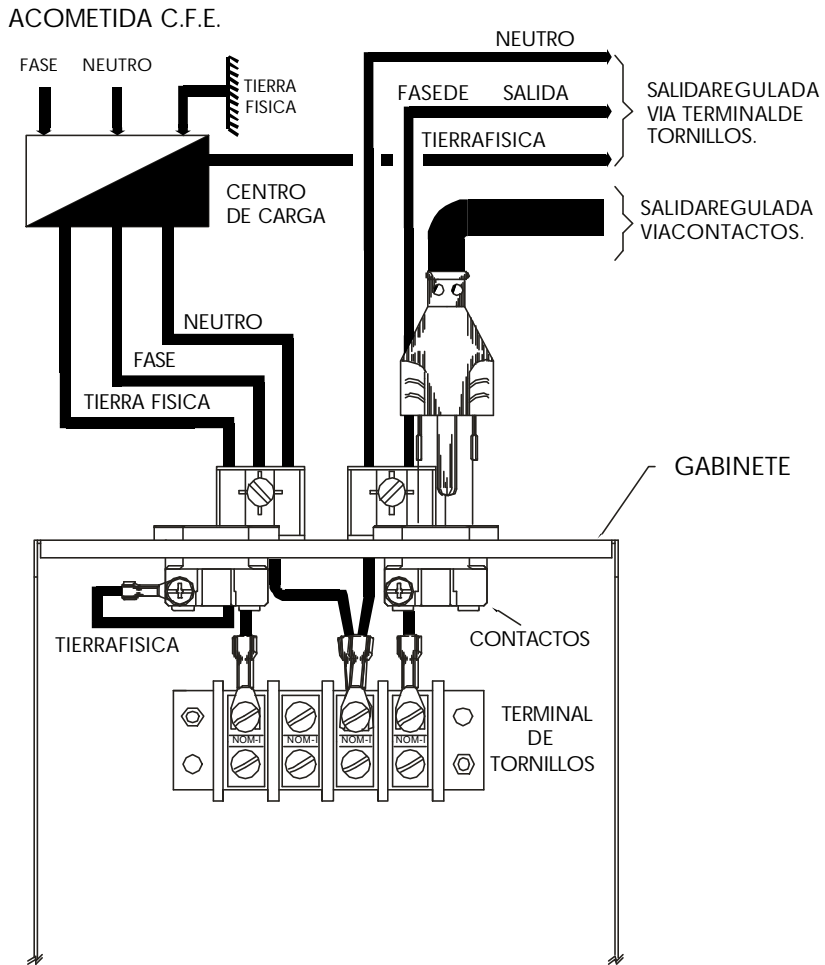

FIG. 2: CONEXION ELECTRICA DEL EQUIPO
8) ACOMETIDA: La alimentación del equipo deberá hacerse a través de este punto, por medio de la terminal de tornillos interior. (fig.2)